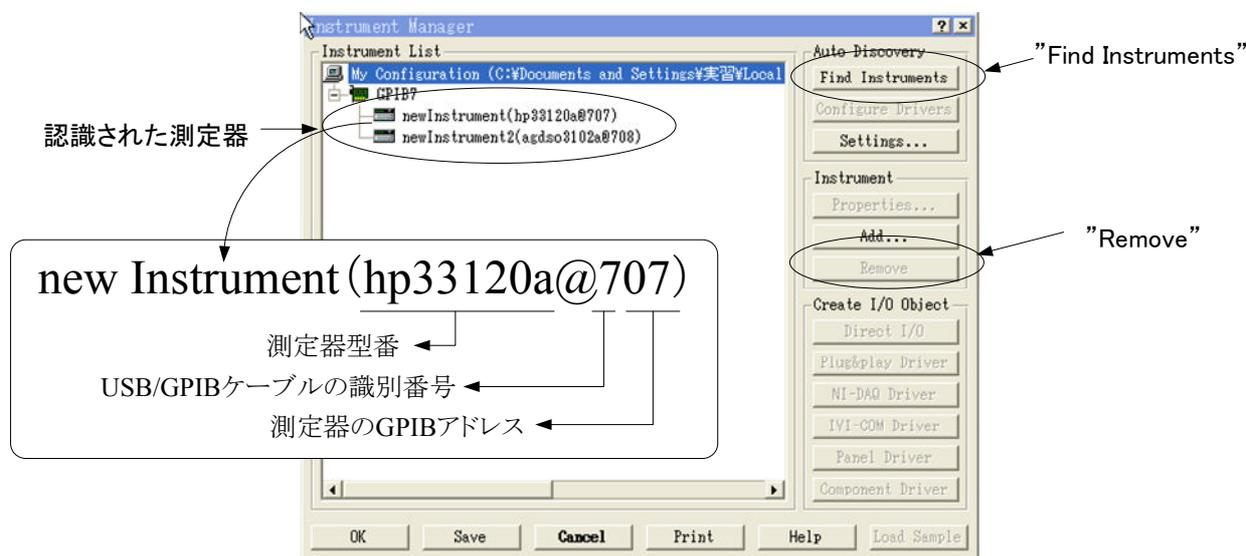

図5-3 Instrument Manager
(2) PC、ファンクションジェネレータ、デジタルオシロスコープをUSB/GPIBケーブルとGPIBケーブルで接続する。接続はデジチェーンで行うこと。
(3) 接続が確認できたらコンセントに電源ケーブルをつなぎ、電源スイッチを入れる。もし、エラーなどの異常がある場合は一度電源スイッチを切ってから確認すること。
(4) パソコンには”実験実習”でログインする。
(5) デスクトップにある”VEE pro”のアイコンをダブルクリックして起動すること。
(6) メニューバーより、[I/O]→[InstrumentManager]を選択し、図5-3のInstrument Manager ウィンドウを立ち上げる。
(7) 立ち上げたときにまだ測定器は認識していないはずだが、図5-3のようにすでに測定器が認識されている場合もある。このときは、各測定器をクリックし、”Remove”ボタンを押して全ての測定器を削除してから(8)に進む。
(9) 図5-3の画面の状態になったら、プログラム環境は整ったといえる。
- (1)メニューバーより、[I/O]→[InstrumentManager]を選択し、図5-3のInstrument Manager ウィンドウを立ち上げる。